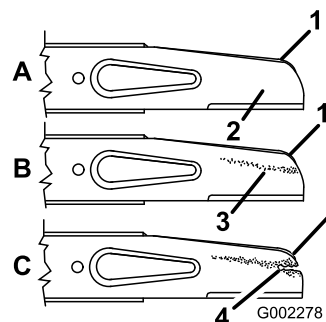

Figure 26
8. Avec les doigts, appliquez de l'huile sur le joint du filtre neuf (Figure 26).
2. Enlevez le boulon de lame, la rondelle de blocage, l'accélérateur et la lame (Figure 26).